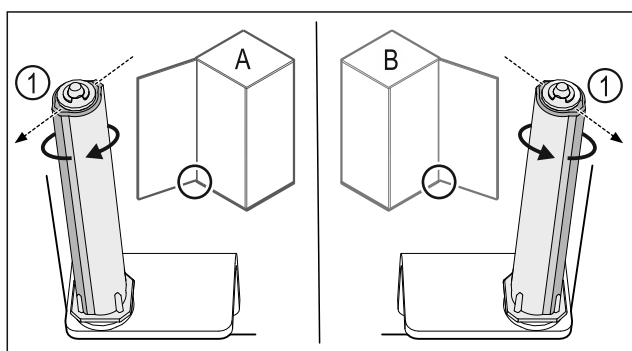

Fig. 34 Okretanje nalijevo (A) / okretanje nadesno (B)
- Okrećite sustav zatvaranja do kraja dok lamela sustava zatvaranja Fig. 34 (1) ne bude usmjerena prema van.